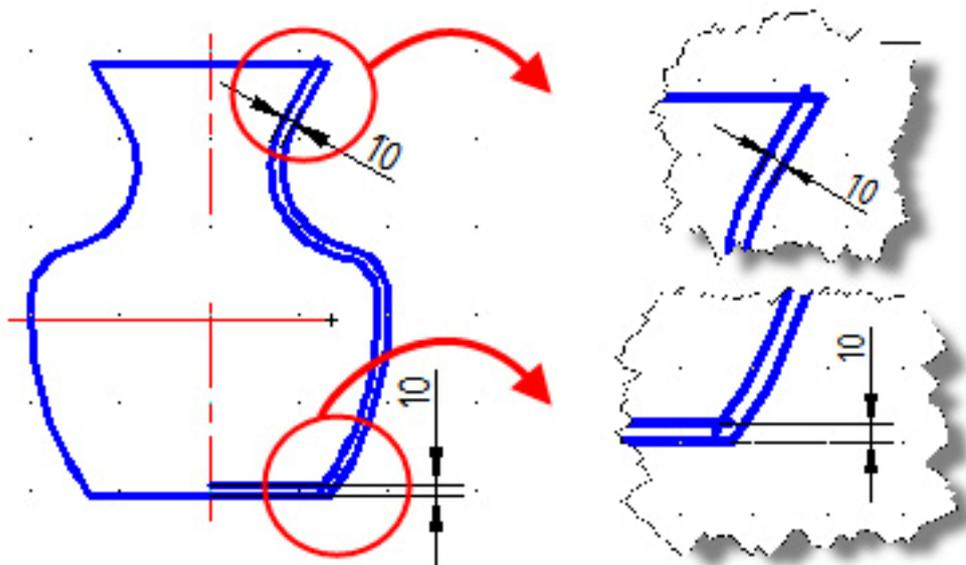

Рис. 50
2. Совместить половину вида спереди с половиной фронтального разреза – создать очерк внутренней полости (команда **Подобие**) (рис.50).